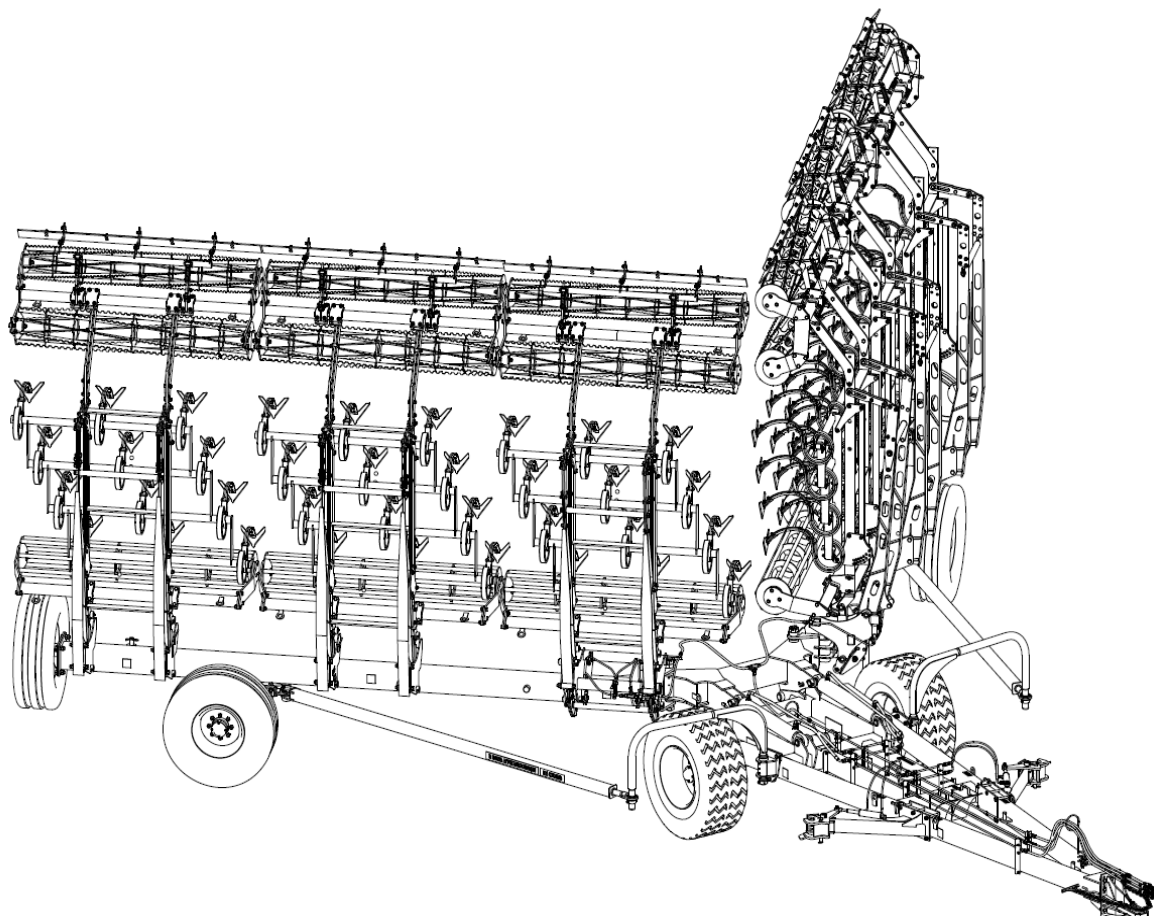
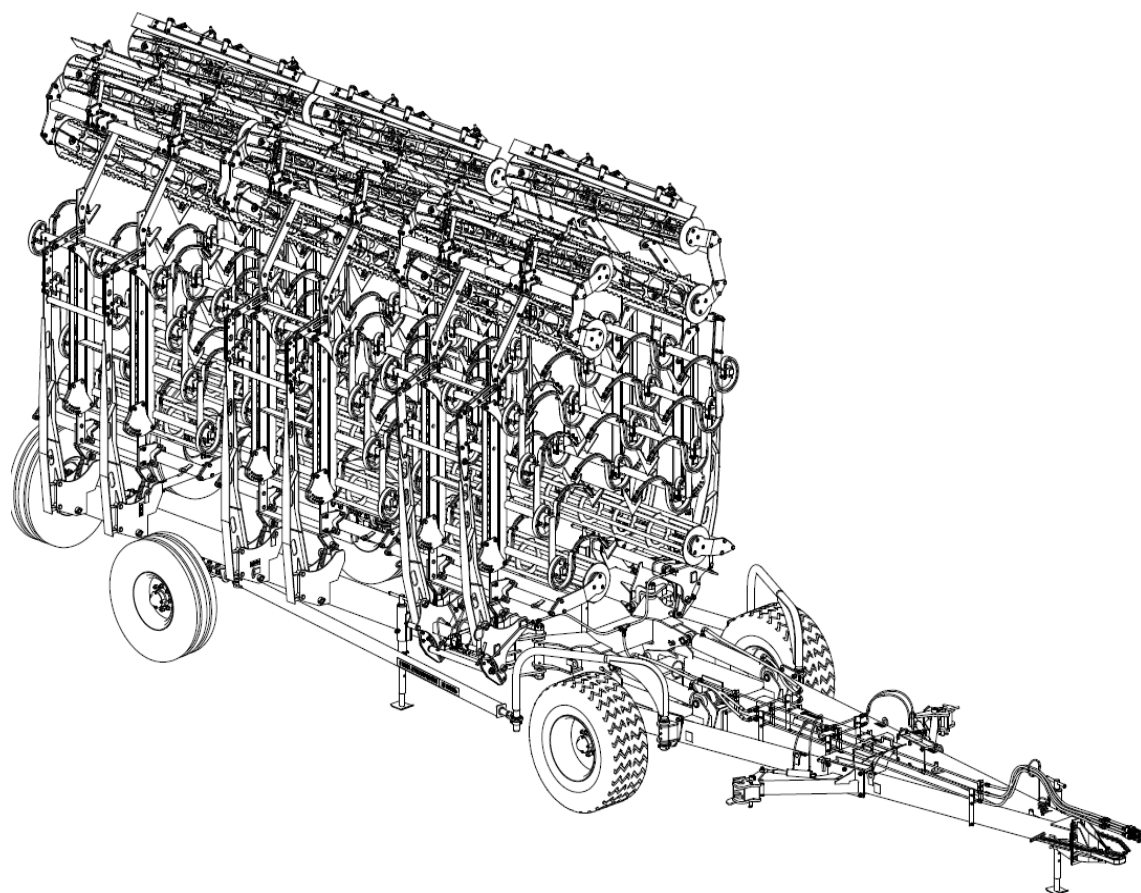

Рис.14.2 Перевод в транспортное положение и наоборот.
Рис.14.3 Культиватор в транспортном положении.
- движением вперед (рис.14.2) перевести культиватор в транспортное положение (рис.14.3);